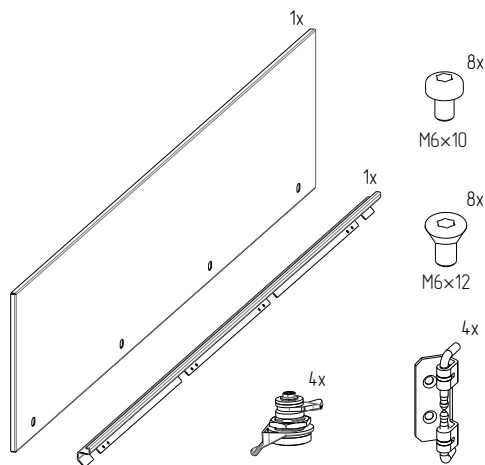

Рисунок 98
4.34.2 Проверить комплектность (рисунок 98).